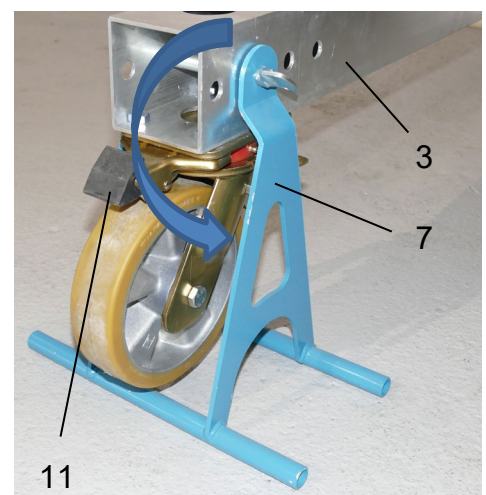
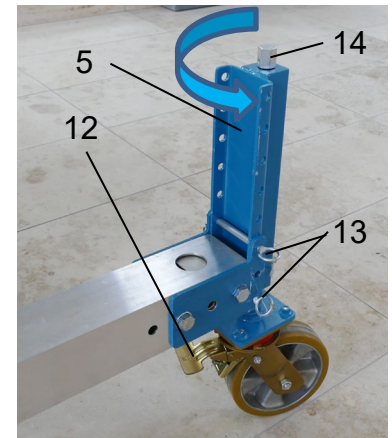
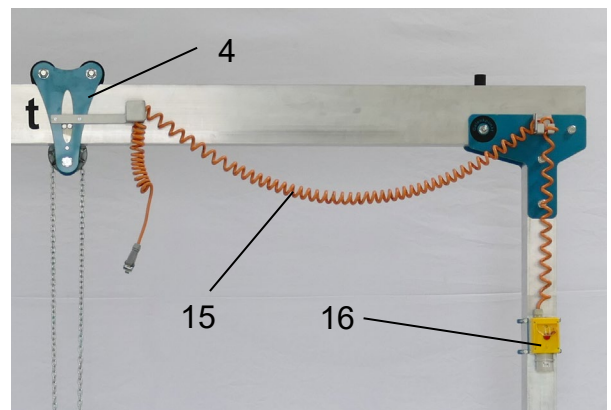

Abb. 8
Abb. 9
Abb. 10
- Hebezeug in die Laufkatze (4) einhängen und den Feststeller (8) lösen.
- Um die Montage von einer Person durchzuführen sind vier Aufstellböcke (7) erforderlich: diese werden nach unten geschwenkt, damit die Grundträger (3) bei der Montage sicher stehen.
- Nach der Montage die 4 Aufstellböcke (7) nach oben schwenken oder demontieren (Abb. 8).
- Die 4 Lenkstopps (11) (Abb. 8) sowie die Radstopps (12) (Abb. 9) lösen.
Sowohl der stationäre als auch der fahrbare Kran kann zum Höhenausgleich mit Stützspindeln (5) ausgestattet werden (Abb. 9). Zur Montage sind 2 Personen notwendig.
- Über die beiden Steckbolzen (13) die gewünschte Höhe der 4 Fußplatten/Räder einstellen (Abb. 9). Es ist eine Höhenverstellung von bis zu 250 mm möglich.
- Durch Drehen des Vierkantes (14) erfolgt die Feineinstellung der Höhe (maximal 138 mm) (Abb. 9). Der Träger muss vor dem Lösen des Feststellers (8) horizontal ausgerichtet werden.
- Die Stromzuführung (15) entsprechend Abb. 10 montieren.
- Hebezeug in die Laufkatze (4) einhängen und elektrisch anschließen.
- Kundenseitige Stromzuführung mit CEE-Stecker für den Netztrennschalter (16) vorbereiten (Abb. 10).
- Vor Betrieb Netztrennschalter (16) einschalten (Abb. 10).
- Netztrennschalter (16) ausschalten (Abb. 10).
- Lenk- (11) und Radstopp (12) an den Rädern feststellen.
- Die 4 Stützspindeln (5) einfahren.
- Die 4 Aufstellböcke (7) nach unten schwenken (Abb. 8).